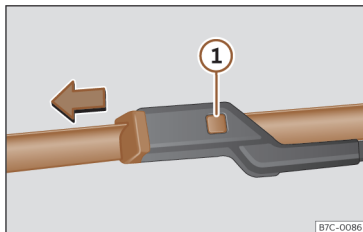

**Fig. 213** Substituição das escovas do limpa para-brisas.
- Mantenha pressionado o botão de desbloqueio >>> **Fig. 213** ① puxando ligeiramente pela escova no sentido da seta.